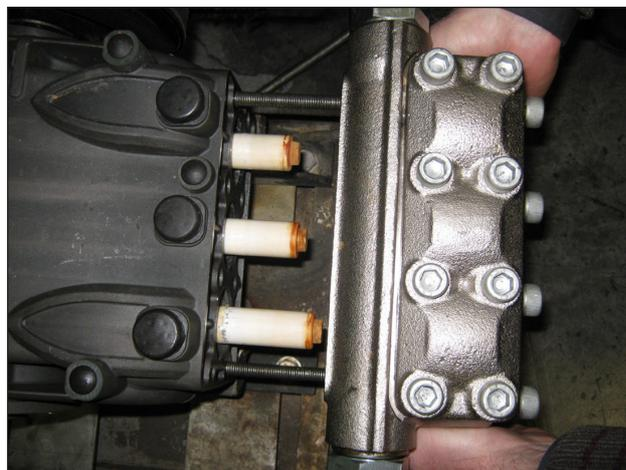

Fig. 29
- Lubrificare i componenti ②③⑤ con grasso al silicone Tipo OCILIS cod. 12001600; tale operazione è ritenuta necessaria per facilitare l'assestamento del labbro delle tenute sul pistone.
- Utilizzando due viti - spina di servizio (cod. 27726000) fissate al carter come indicato in (Fig. 29), posizionare la testata completa, assicurarsi che sia centrata solo sul pistone centrale.